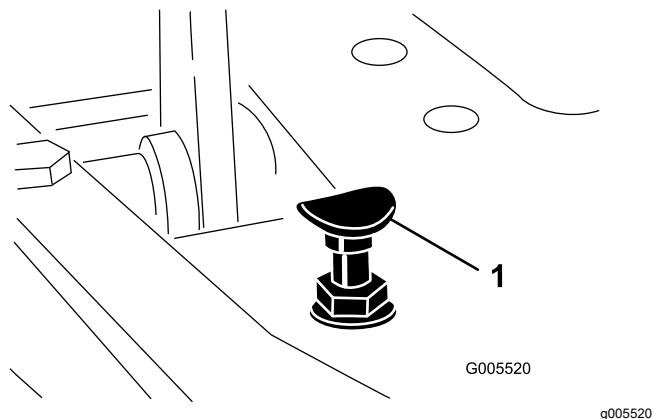

Figura 42
Pentru a obține viteza maximă de transport, deplasați maneta de control al funcționării în poziția TRANSPORT și apăsați pedala de tracțiune. Dacă pedala intră în contact cu opritorul (Figura 42) înainte de a simți tensionare în cablu, efectuați următoarea procedură de reglare:
1. Deplasați maneta de control al funcționării în poziția TRANSPORT și slăbiți contrapiulița care fixează opritorul pedalei la placa de podea (Figura 42).